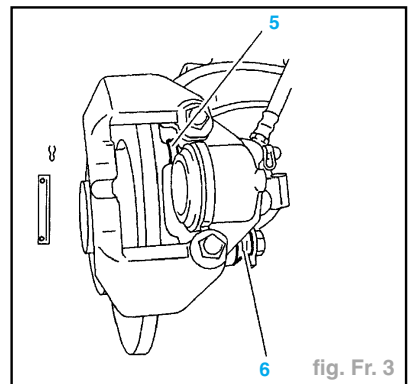

fig. Fr. 3
- Contrôler visuellement (fig. Fr. 3) :
- le bon état et l'ajustement parfait du capuchon (5) et des soufflets de protections (6).